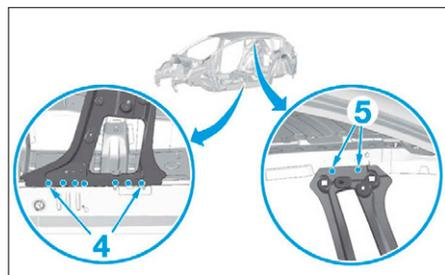

FIG. 94
- par points bouchons MAG en (4) (**Fig.94**),
- par points électriques en (5).